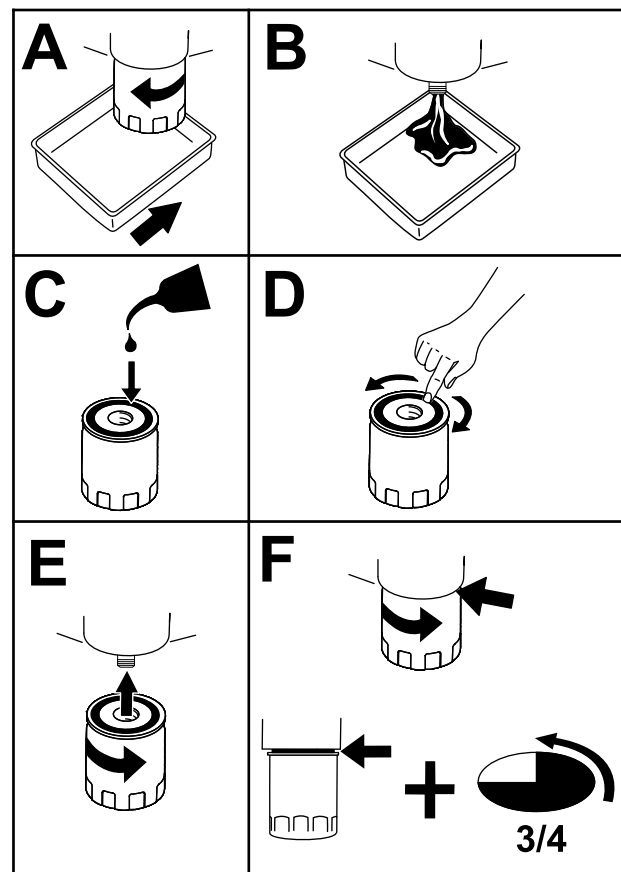

Figure 43
5. Remplacez le filtre à huile moteur (Figure 43).